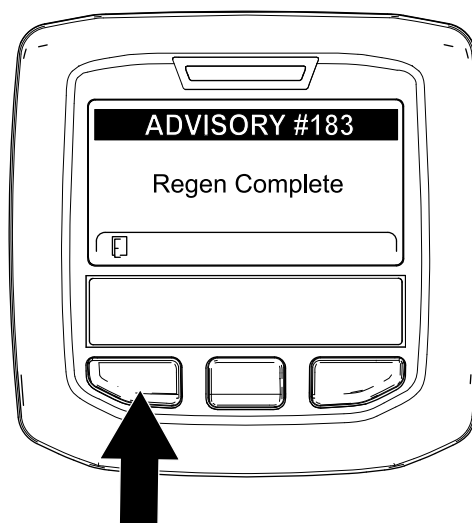

Figura 61
- Cuando el ordenador del motor finaliza una regeneración con la máquina aparcada o una regeneración de recuperación, el InfoCenter muestra ADVISORY #183 (Aviso n.º 183) (Figura 61). Pulse el botón de la izquierda para salir a la pantalla de inicio.